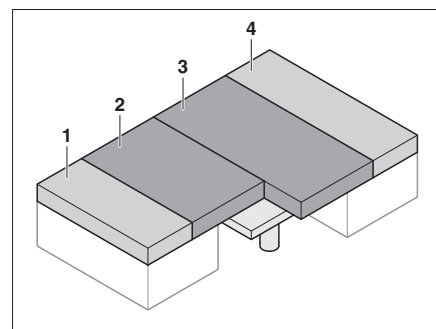

Bild 73 Efter ombyggnaden
- Drag sittdynorna (Bild 73,2 och 3) till mitten.
- Skjut in ryggdynorna (Bild 73,1 och 4) mellan sittdynorna (Bild 73,2 och 3) och ytterväggen.